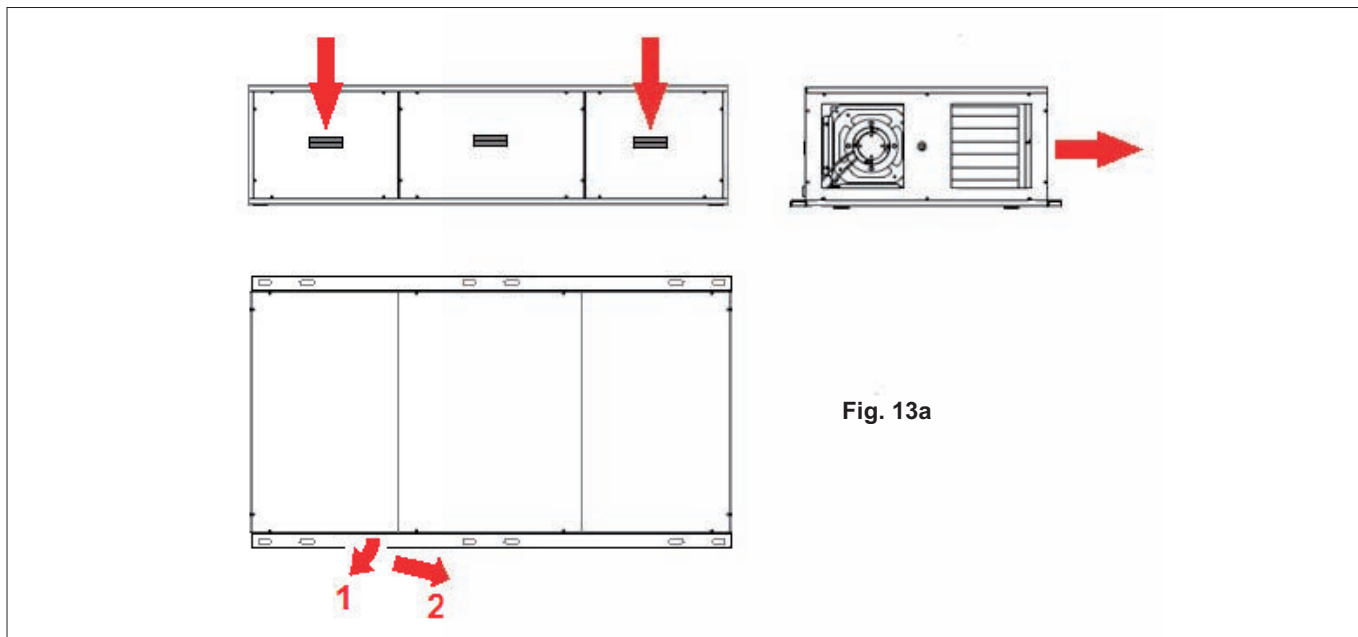

Fig. 13a
1. démonter et retirer les deux panneaux filtre (figs 13a et 13b).
2. retirer les 2 vis de fixation, marquées avec la flèche rouge et la lettre (A), qui fixent la structure du by-pass et la structure interne de l'unité.